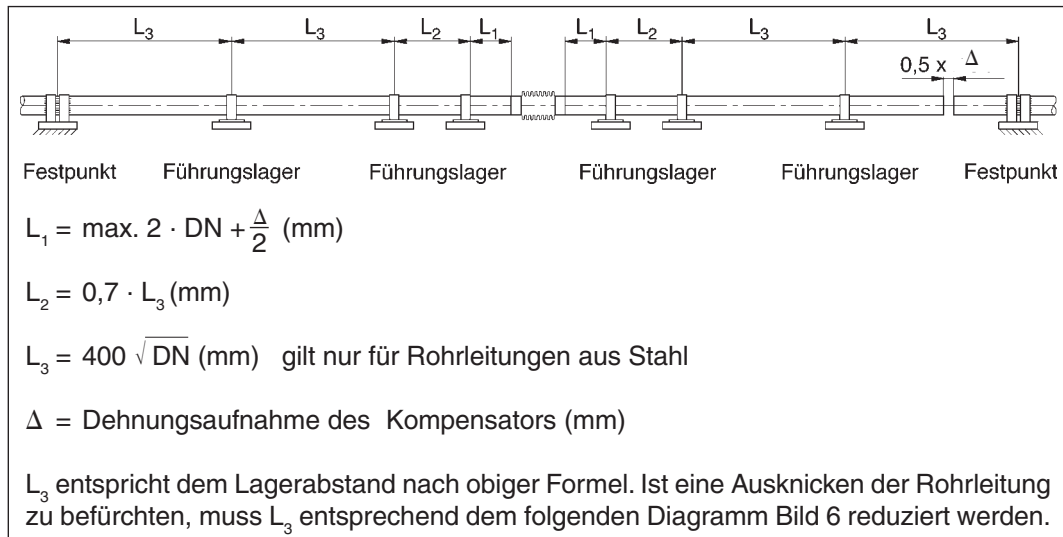

Bild 4
- Rohrleitung allseitig in der Stabachse ausrichten: Abstand der Rohrführungen gemäß Bild 4, 5 und 6 beachten.